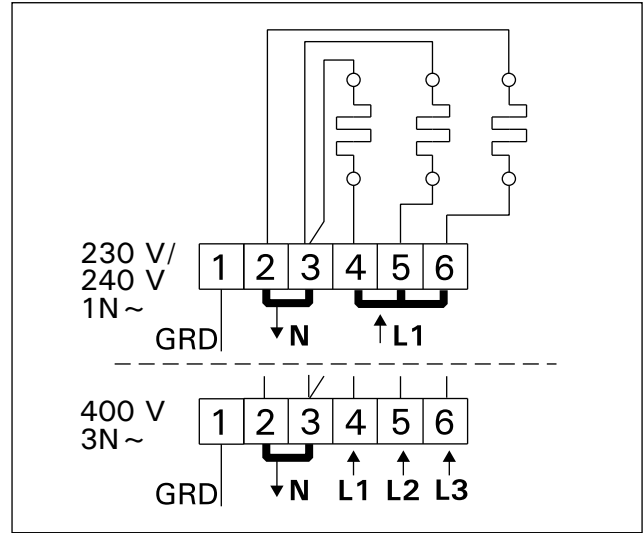

**Рисунок 10. Электромонтаж каменки BC**
- Кроме клемм питания каменки BC оснащены также клеммой (P), которая делает возможным управление электрическим нагревом (рис. 10). Управляющее напряжение передается от каменки, когда она включена. Кабель управления электронагревом подводят прямо к соединительной коробке каменки и дальше с помощью резинового кабеля, равного по сечению соединительному кабелю, к клеммнику.